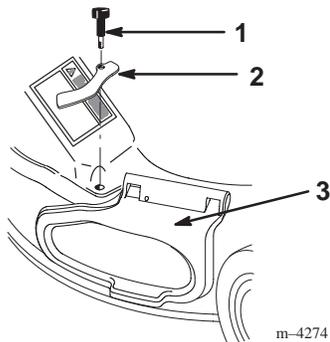

Figure 38
- Retirer le bouton et la bride de blocage du couvercle d'éjection latérale, puis replacer le boulon dans le trou et conserver la bride pour un usage ultérieur (Fig. 38).
- Placer la bride de blocage et la fixer à l'aide du boulon pour verrouiller le couvercle d'éjection latérale en position fermée (Fig. 38).